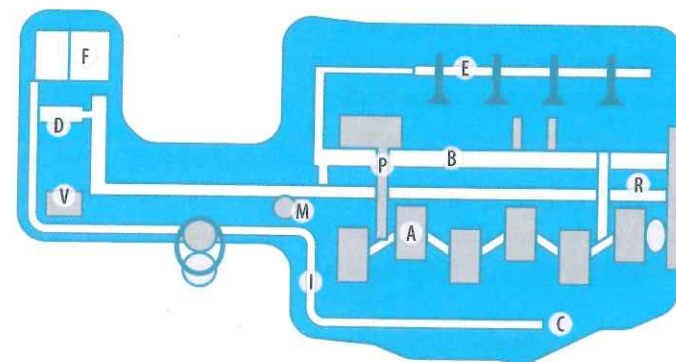

Figura 5.4
En la figura 5.4 aparecen los elementos principales que conforman el sistema de lubricación a presión: en el cárter inferior (I) el aceite se encuentra depositado. La bomba (B) que se encuentra sumergida en dicho aceite lo aspira tras pasar por un colador (C) y lo impulsa con presión hacia un filtro de aceite (F). Tras el filtrado, pasa por una llamada *rampa principal* (R) hasta llegar a las zonas que precisan lubricación. Una vez lubricadas las piezas, el aceite que rebosa de estas regresa al cárter por gravedad.